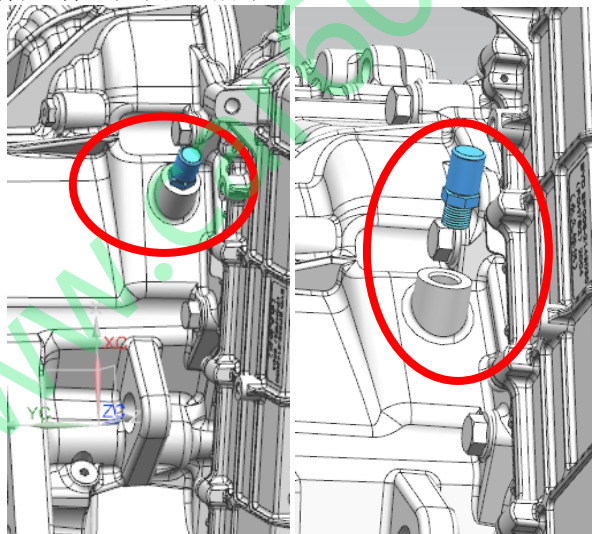

图 17 通气阀
- (1) 打开发动机引擎盖。
- (2) 拆卸前舱装饰板，按装饰板维修手册执行。
- (3) 用工具拆卸通气管组件，如图 17 所示。